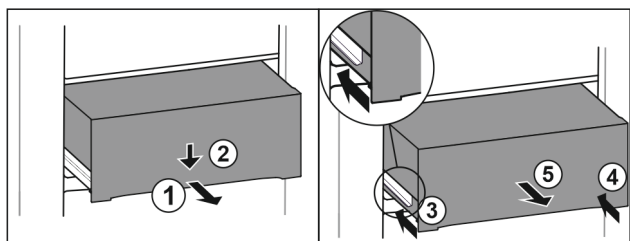

Fig. 77
- ▶ Вытяните выдвижной ящик наполовину. Fig. 77 (1)